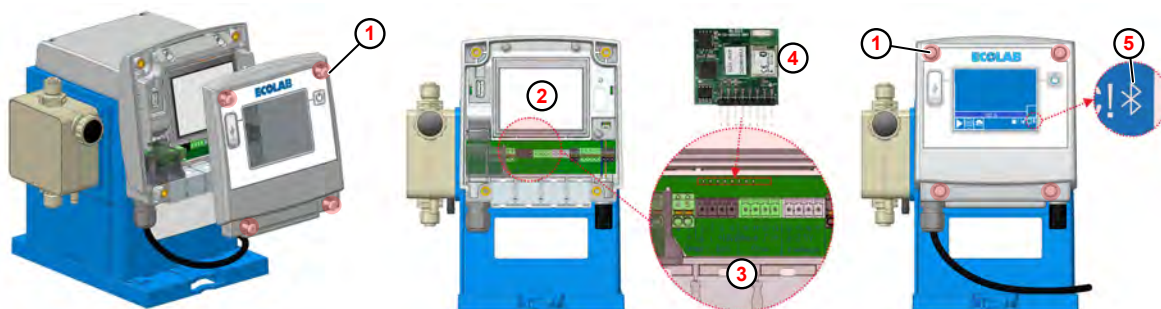

Fig. 117 : Mise à niveau avec carte Bluetooth
1. ➤ Desserrer les vis du couvercle (Fig. 117 , ①) à l'aide d'une clé Torx (TX25).
2. ➤ Retirer le couvercle ② en tirant vers l'avant.
3. ➤ Débrancher les fiches numérotées 4 à 5, 6 à 8, 10 à 13 et 14 à 17 ③ afin de faire de la place pour le montage de la carte Bluetooth.
4. ➤ Pousser la carte Bluetooth ④ dans le logement.
7. ➤ Poser le panneau frontal ② dans la bonne position sur le boîtier.